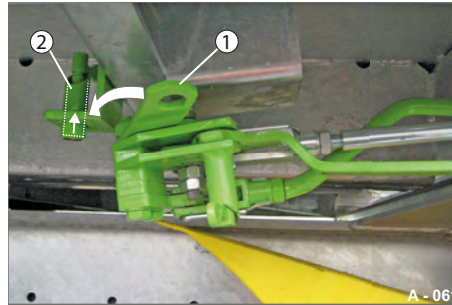

Abb. 59 Entriegelung fixieren
- ▶ Drehen Sie die Sicherungsplatte (Abb. 59/1) zum Verriegelungsbolzen 2 (Abb. 59/2) um.